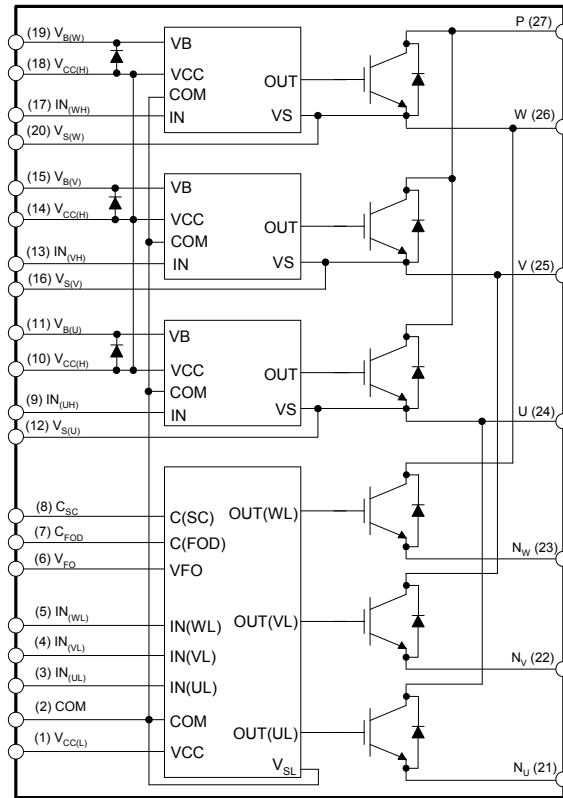

图 3. 内部框图
- 600 V - 15 A IGBT 逆变器，适用于三相 DC / AC 功率转换（请参阅图 3）